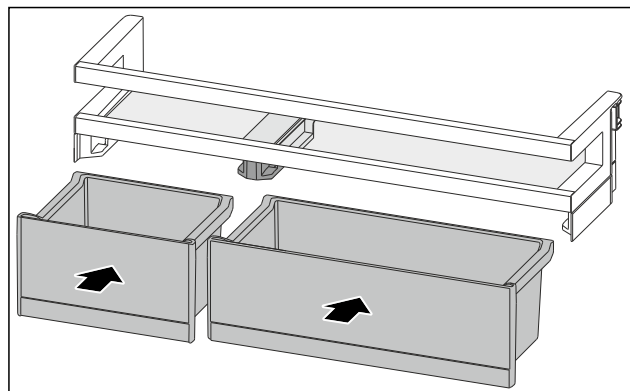

Fig. 110
- ▶ Установите ящики VarioBox, поменяв их расположение. (см. Fig. 110)